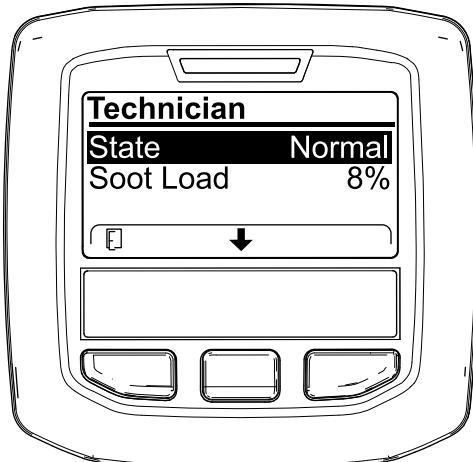

Figure 36
- Reportez-vous au tableau de fonctionnement du FAP pour comprendre l'état actuel de fonctionnement du FAP (Figure 36).